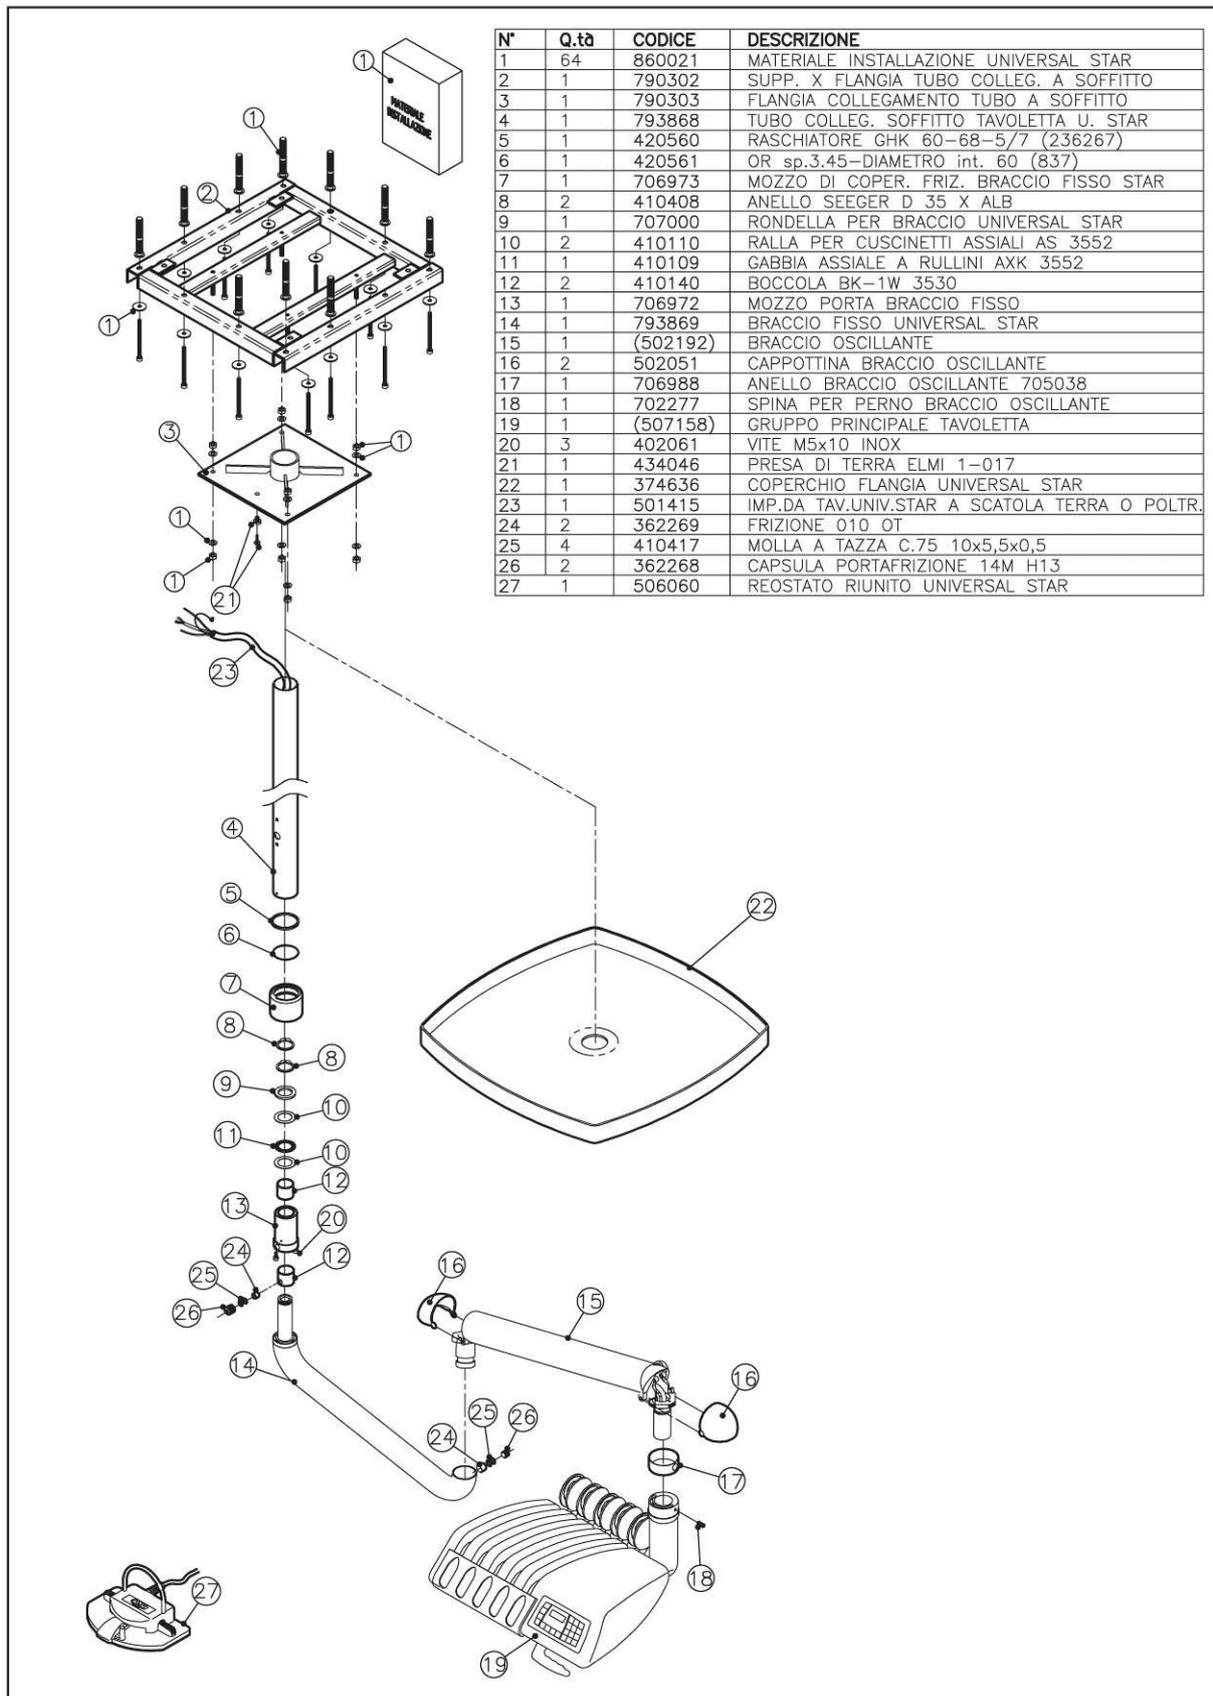
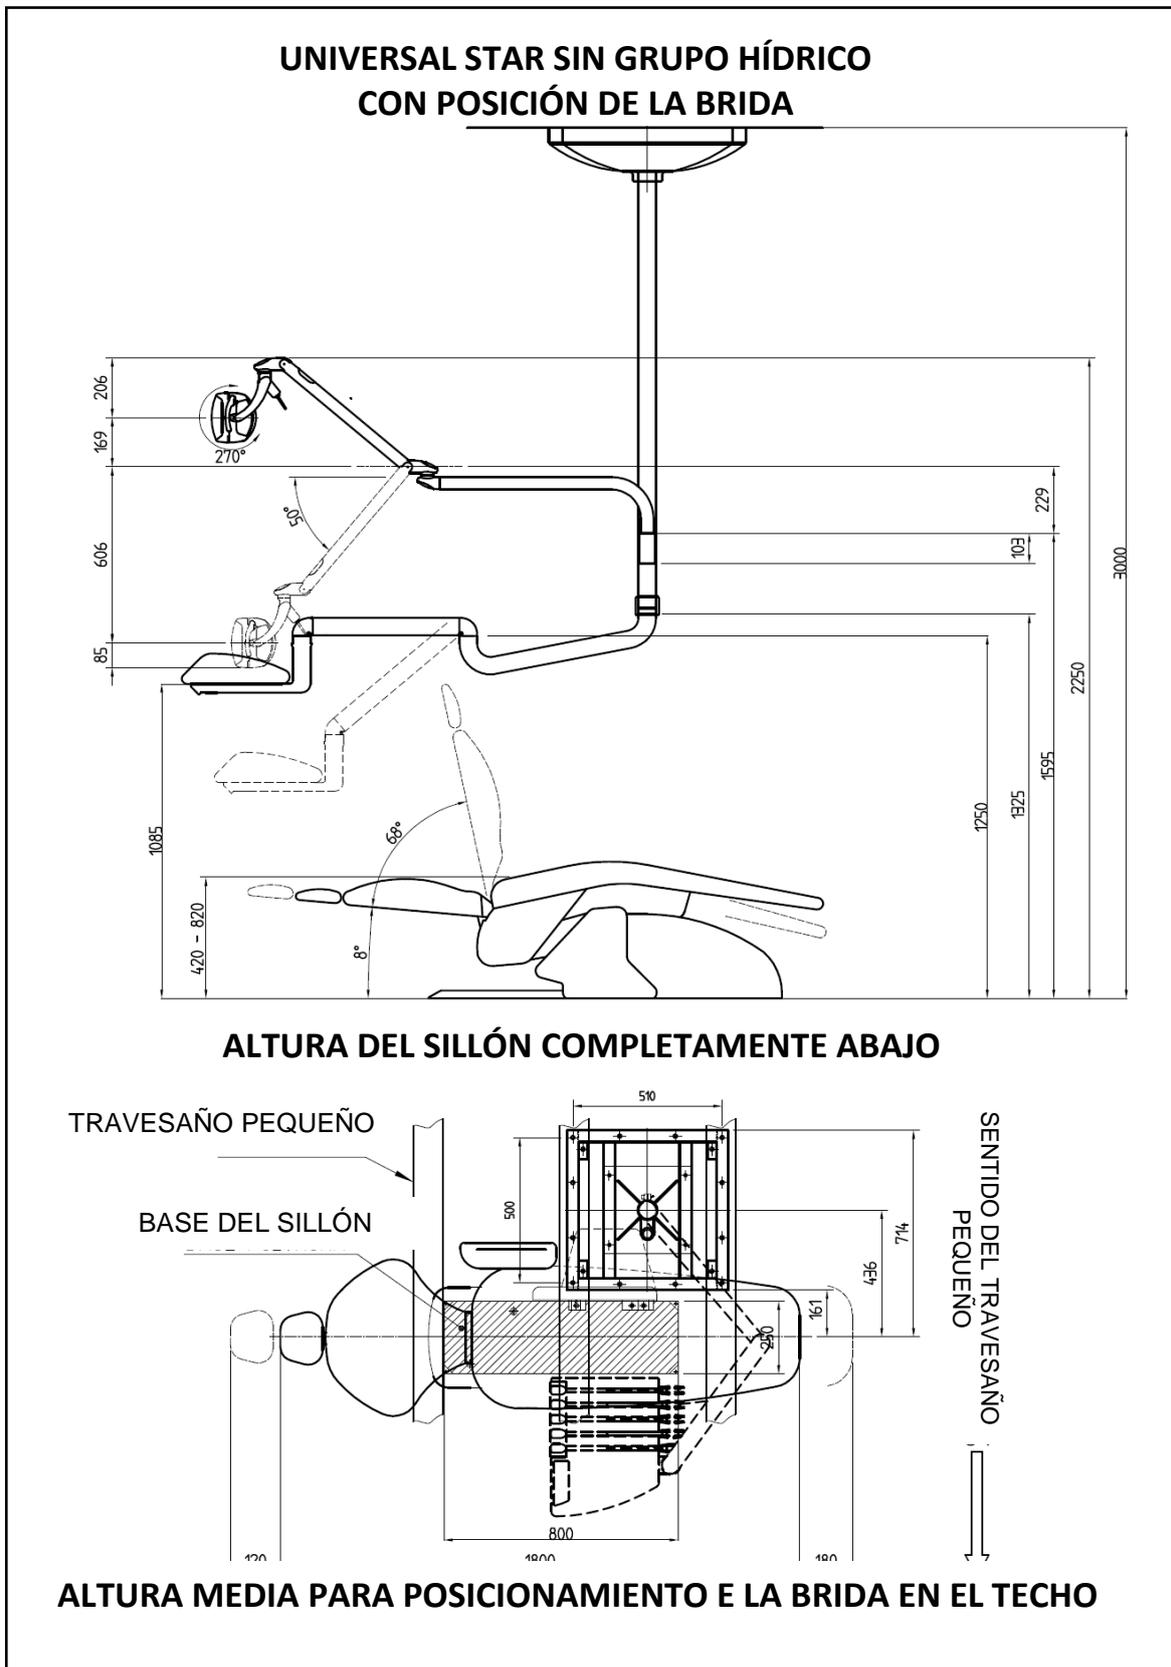

Fig. 1.
Fig. 2.
5. Una vez terminada la instalación, la bandeja de instrumental debe encontrarse a la altura indicada en las **fig. 2,3,4**; por lo tanto, en caso necesario, el tubo de soporte (4) de la **fig. 1** debe acortarse en función de la altura del punto de fijación en el techo.
10. La brida de soporte del techo (2) tiene una dimensión de 55 x 55 cm. En el caso de forjado de laterocemento (el más común) el anclaje al techo sólo es posible si la distancia entre las vigas de hormigón es inferior a 50 cm, en el caso de forjados de hormigón armado no existen limitaciones.
12. Para el paso de las instalaciones del suelo a la brida (2) debe existir un tubo de 40 mm de diámetro en el interior de la mampostería, o alternativamente una canaleta exterior rectangular que garantice una superficie equivalente o superior a un tubo de 40 mm de diámetro.
- a. Determinar el punto de fijación con referencia a la canaleta de cables de la instalación de techo y al centro del sillón, con referencia a las **fig. 2,3,4,5,6** según la versión a instalar.
- b. La brida del techo debe colocarse de tal manera que dos lados se superpongan a las vigas de hormigón (si las hubiera), de forma que 8 varillas roscadas queden ancladas a las vigas. Antes de proceder al siguiente punto, separar la brida del techo (2) de la brida del tubo (3).
- c. Utilizando la brida (2) o plantilla como guía, taladrar dos agujeros con el barreno d. 12 en diagonal en el punto exacto de posicionamiento final, colocar la brida y anclar las dos barras roscadas como se indica en el punto **d.**, teniendo cuidado de aplicar la carga después de esperar el tiempo adecuado dependiendo de la temperatura del soporte. Realice los diez agujeros restantes con la brida colocada. Retirar la brida y anclar las varillas roscadas como se indica en el punto **d.**, teniendo cuidado de aplicar la carga después de esperar el tiempo adecuado según la temperatura del soporte. Montar la brida en los 12 puntos de anclaje, punto **d.**
- b. Inserte las primeras cuatro tuercas y arandelas en los tornillos de la brida del techo (2).
- c. Inserte la brida de conexión de la columna (3) en los tornillos de la brida del techo (2).
- d. Apriete las tuercas y las arandelas restantes en los tornillos de la brida del techo (2) sin fijarlas.
- e. Observe la **fig. 1** para el correcto montaje de las arandelas y tuercas descritas anteriormente.
- f. Ajuste la perpendicularidad de la columna con las tuercas y bloquear la brida (3) con las tuercas.
7. Coloque la lámpara de techo (22) en el techo y fije los cuatro tornillos suministrados.